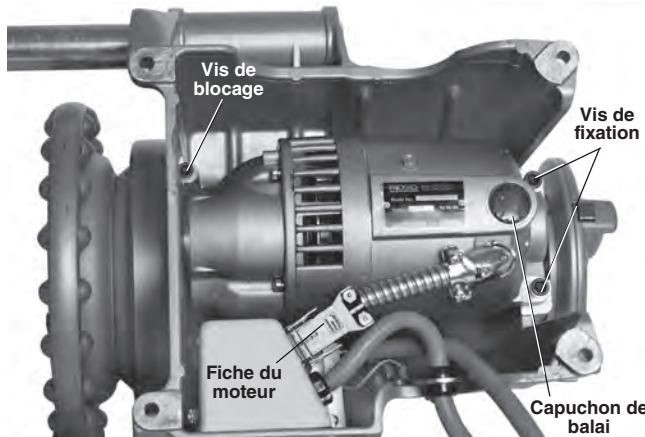

Figure 32 – Dépose du carter inférieur du moteur pour le remplacement des balais
- Posez l'appareil sur un établi dégagé et stable. Tournez l'appareil à l'envers pour accéder à sa sous-face (*Figure 32*).